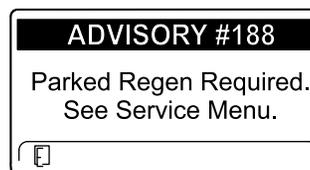

Figura 53
- Regeneración estacionaria necesaria AVISO N° 188 (Figura 53)